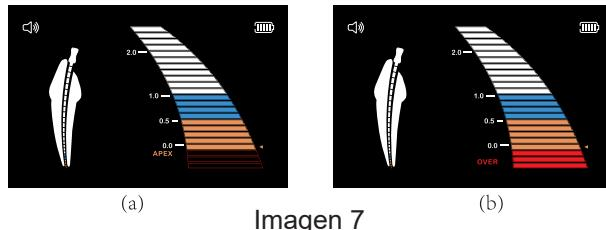

Imagen 7
- a) Cuando la barra indicadora alcanza la posición del dial 0,0, y aparece "APEX" en la pantalla, el archivo endo ha alcanzado el agujero anatómico apical. Sobre la base de la longitud medida, reste 0,5-1,0 mm para obtener la longitud de trabajo. [Imagen 7 (a)]
- b) Cuando la barra indicadora alcanza el área roja "SOBRE", indica que el archivo endo ha excedido el agujero apical. Se generará un pitido continuo al mismo tiempo. [Imagen 7 (b)]